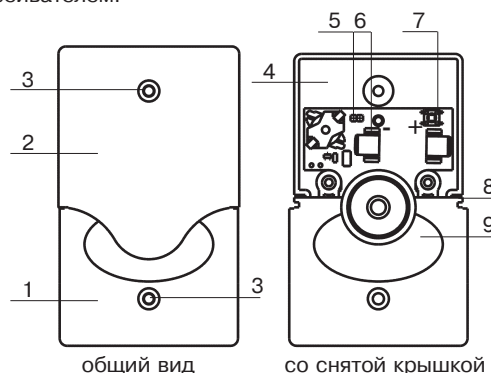

Рисунок 2 – Корпус оповещателя
11.1 Выбрав место установки оповещателя, произведите разметку для его крепления. Для разметки может быть использован корпус (см. рисунок 2).